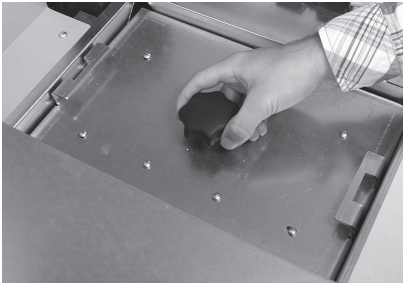

Fig. 65 Verschraubung aufdrehen
► Verschraubung beim Deckel aufdrehen – Fig. 65.